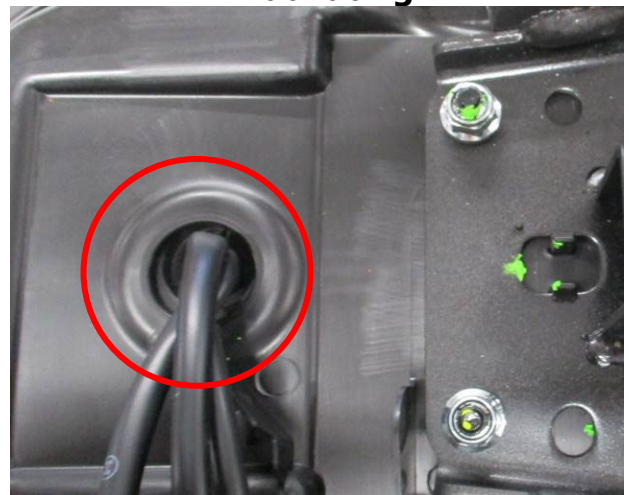

Abbildung 4
- Die Kabel für die Blinker zusammen mit dem LA0002 Kabel durch die mit Gummi beschichteten Öffnung im R&G Kennzeichenhalter fädeln wie in **Abbildung 4** abgebildet.